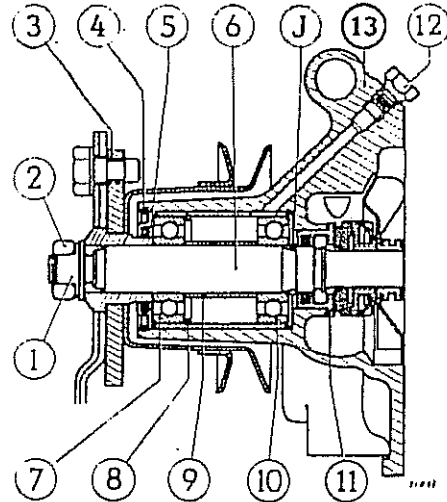

Fig. 128
**Desarme.** Proceder de la siguiente manera (ver Fig. 128).
- 6) Quitar el cojinete a bolillas 7, el aro retén 8; el separador 9 y el cojinete a bolillas 10, empleando la herramienta especial REF 01, o un tubo de medida adecuada. Los cojinetes deben extraerse en una prensa, tal como se muestra en las secuencias 2 y 3 de la Figura 129. Retirar luego el aro retén J (Fig. 128).
- 10) Si la bomba posee tapón de conducto de lubricación (12, Fig. 128), se deberá reemplazar éste, momentáneamente por un engrasador y lubricar los cojinetes con grasa Nº 2. Luego reinstalar el tapón (12).